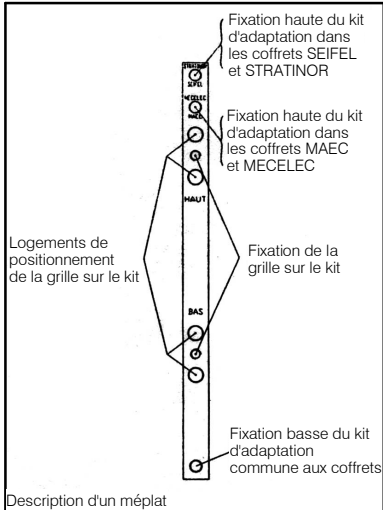

Figure 1
- Engager les méplats du kit sur les vis des coulisseaux en respectant les indications présentes sur les méplats (voir figure 1).
- Démonter les rails et les remplacer par les méplats du kit en réutilisant les vis de fixation des rails et en respectant les indications présentes sur les méplats (voir figure 1).